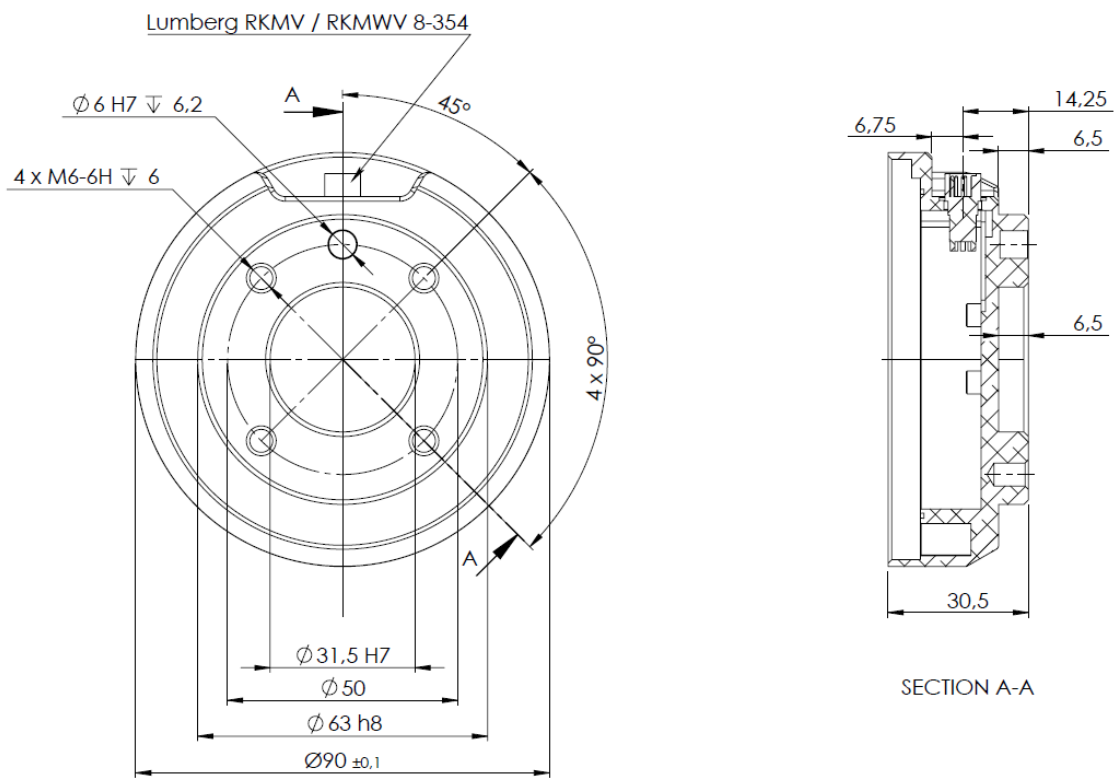

图 4.2: 工具输出法兰 (符合 ISO 9409-1-50-4-M6 标准)。此处显示的是机器人顶端的工具安装位置。所有测量值均以 mm 为单位。
**工具** 机器人工具法兰有四个 M6 螺纹孔，可用于将工具连接到机器人。M6 螺栓需要以 9 N m 的力紧固。如果需要非常准确地调整工具位置，还可以钻 Ø6 孔，用销加以固定。图 4.2 显示了钻孔位置和螺丝安装位置。